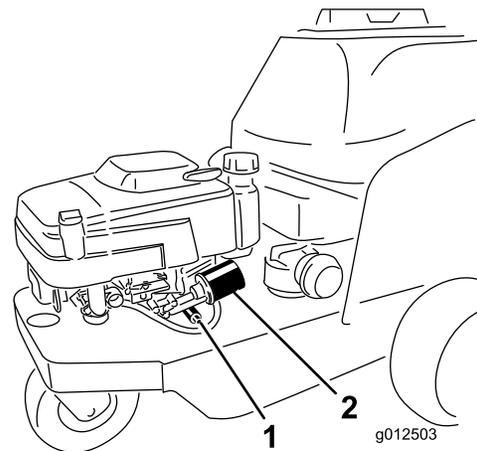

Bild 38
4. Stellen Sie ein passendes Auffanggefäß unter das Ölablassventil (Bild 38).